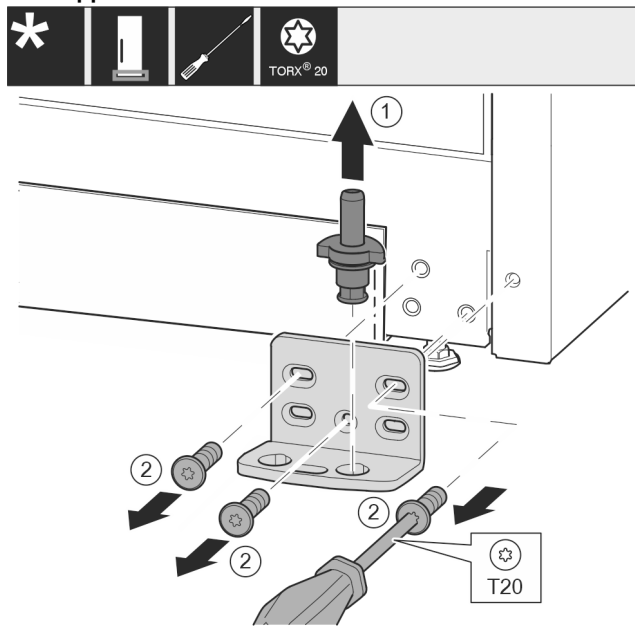

Fig. 12
- ▶ Træk hængselbolten helt opad og ud. Fig. 12 (1)
- ▶ Skru skrueene ud med skruetrækkeren T20, og tag hængselkonsollen af. Fig. 12 (2)